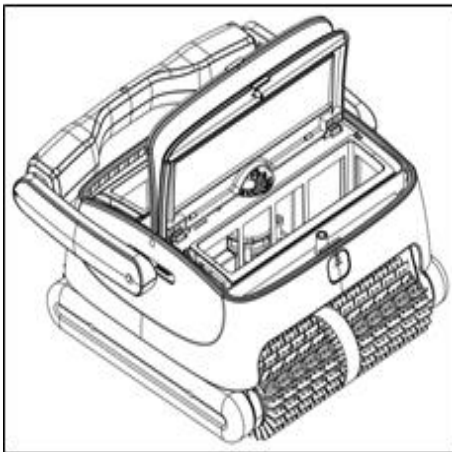

Abbildung 3
- c. Öffnen Sie die obere Abdeckung (siehe Abbildung 3)